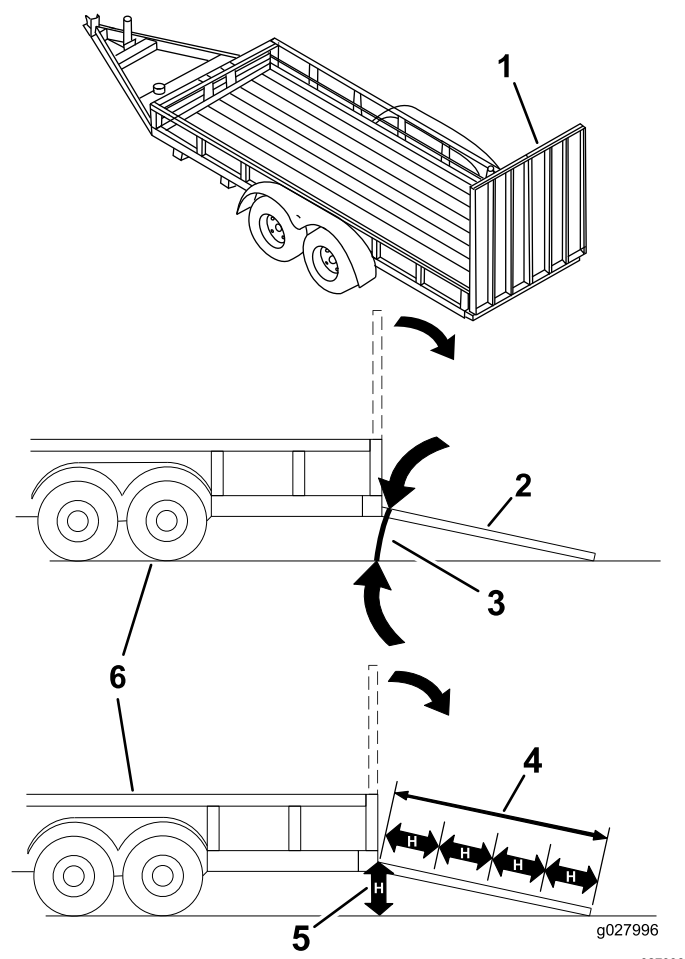

Figura 35
Colocar uma máquina num reboque ou caminhão aumenta a possibilidade de capotamento e pode provocar graves ferimentos ou morte (Figura 35).
3. Baixe a rampa, certificando-se de que o ângulo entre a rampa e o solo não é superior a 15 graus (Figura 35).
1. Baixe a rampa, certificando-se de que o ângulo entre a rampa e o solo não é superior a 15 graus (Figura 35).